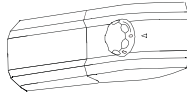

Fig.21
1) Gire o botão para a posição „0“ (fig.21)